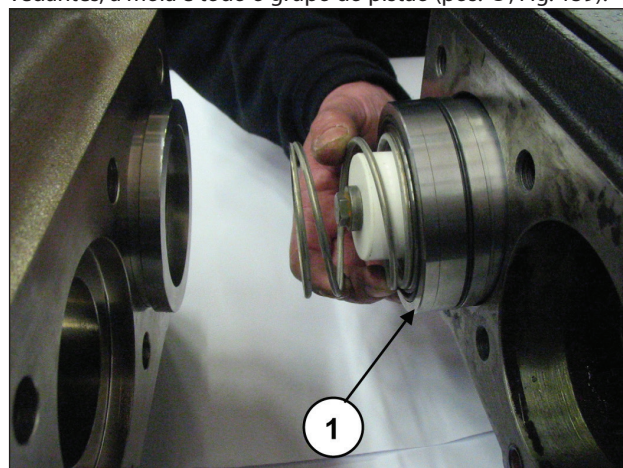

Fig. 159
Girando o eixo, avance a guia do pistão, de modo que o tampão, avançando em sua volta, possa expelir o suporte dos vedantes, a mola e todo o grupo do pistão (pos. ①, Fig. 159).